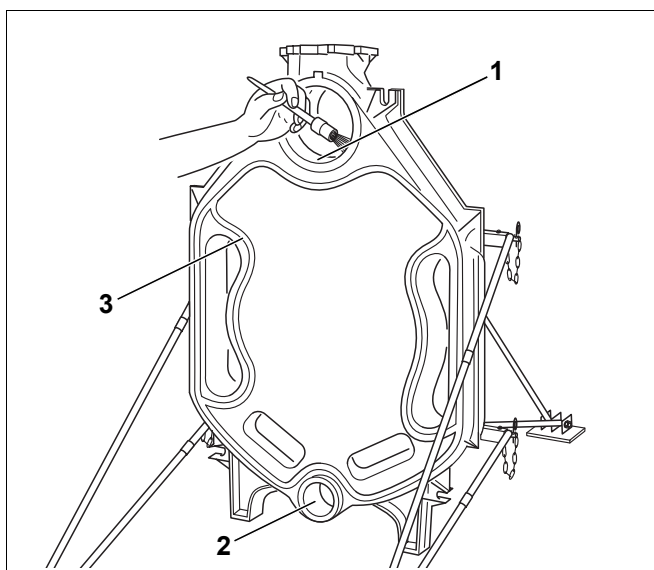

Fig. 13 Preparazione delle scanalature di tenuta e dei mozzi
- ▶ Se necessario, pulire le scanalature di tenuta con spazzole metalliche e panni (fig. 13, [3]).
- ▶ Pulire le superfici a tenuta ermetica dei mozzi (fig. 13, [1] e [2]) con un panno imbevuto di benzina.